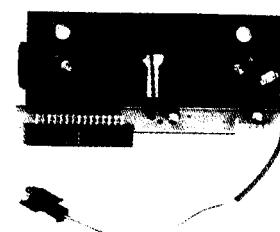

Fig. 2-8
7. Remove the bushes A ⑤ and bushes B ⑥ from the left side of the shaft A ④. Remove the bushes A ⑤, gear B ⑧, tongued washer ⑦, and bush B ⑥ from the right side of the shaft A. Remove the shaft A from the thermal head mounting fitting (black).
8. Replace the thermal head assembly. (Fig. 2-8, 2-9)
7. Entfernen Sie die Buchse A ⑤ B ⑥, auf der linken Seite der Welle A ④. Ziehen Sie die Teile ⑤, ⑥, ⑦, und ⑧ von der Welle A (rechte Seite). Entnehmen Sie die Welle A aus der schwarzen Thermokopfhalterung.
8. Die Thermokopfeinheit (Abb. 2-8, 2-9) kann erneuert werden.